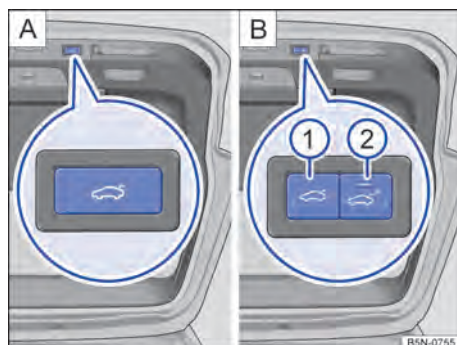

Fig. 82 Na tampa do compartimento de bagagem aberta: botão para fechar eletricamente a tampa do compartimento de bagagem.
- Pressionar o botão de fechamento na tampa do compartimento de bagagem aberta → Fig. 82.
- *Passat*: na tampa do compartimento de bagagem, manter o botão  → Fig. 82 pressionado até que as luzes de advertência pisquem.
- *Passat Variant*: na tampa do compartimento de bagagem, manter o botão  → Fig. 82 pressionado até que as luzes de advertência pisquem.
Passat: na tampa do compartimento de bagagem, manter o botão  → Fig. 82 pressionado até que as luzes de advertência pisquem.
Passat Variant: na tampa do compartimento de bagagem, manter o botão  → Fig. 82 pressionado até que as luzes de advertência pisquem.